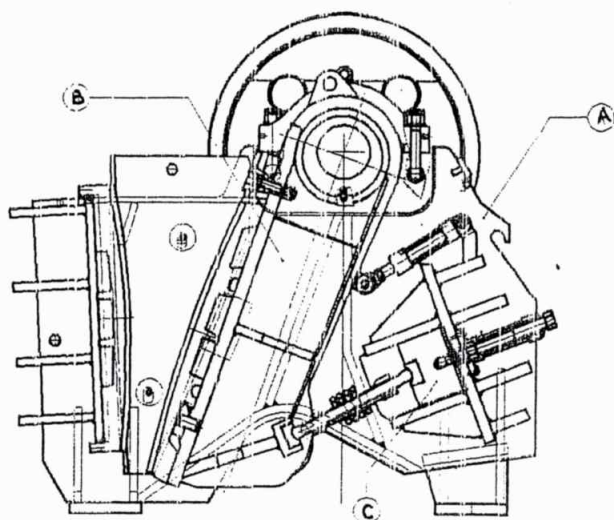

fig. 1
- La **carcassa** (fig. 1/A), che è il telaio portante della macchina; è composta da due *fiancate* e da due *testate* unite tra loro da una saldatura e serve principalmente da supporto per l'oscillatore. Nella parte anteriore (si intende il lato bocca d'entrata), opportunamente protetta dalla *mascella fissa* e dalle *piastre laterali*, si trova la camera di frantumazione del materiale; la parte posteriore funge da appoggio all'oscillatore, tramite il sistema di regolazione.
- L'**oscillatore** (fig. 1/B), che è la parte attiva della macchina; è ancorato sulla carcassa tramite due supporti laterali e appoggia posteriormente sulla *valvola di sicurezza*. E' costituito esternamente da un telaio in carpenteria, su cui è fissata la *mascella mobile*, e internamente da un *gruppo meccanico eccentrico*, con albero e cuscinetti, che lo mette in movimento. Il moto oscillatorio, impresso tramite i *volani*, provoca lo schiacciamento e la conseguente frantumazione del materiale in entrata.
- Il **sistema di regolazione** (fig. 1/C), che è composto dal *cuneo orizzontale*, dalla *valvola di sicurezza* e dalla *tiranteria*; costituisce l'insieme di organi su cui è ancorato l'oscillatore, del quale caratterizza il movimento. Spostando il cuneo orizzontale si può ottenere l'avanzamento o l'arretramento dell'oscillatore, con conseguente restringimento o allargamento dell'orifizio di scarico del frantoio. La valvola di sicurezza, costruita in ghisa, oltre che a trasmettere il moto oscillatorio, ha la funzione di proteggere la macchina contro l'eventualità di sforzi eccessivi dovuti ad errata regolazione (troppo stretta l'apertura di uscita) od ad introduzione di pezzi non cassabili. Rappresenta volutamente una *linea debole* sulla quale scaricare il movimento eccentrico ostacolato da eventi che ne impediscano la rotazione. In tal caso si avrà la rottura della valvola di sicurezza e l'arretramento dell'oscillatore che si appoggerà su appositi supporti, aprendo totalmente l'uscita del frantoio.